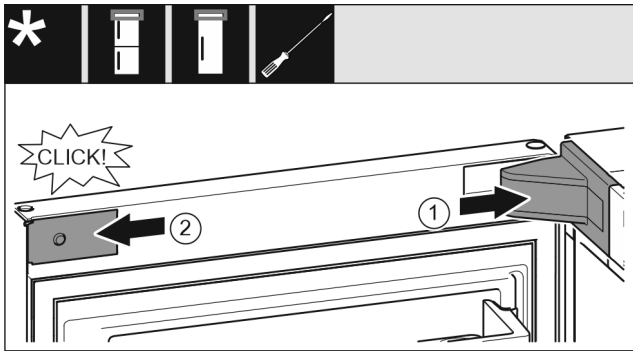

Fig. 20
- ▶ Nasadíte a zaklapnete kryt stojanu ložiska, příp. opatrně odtláče od sebe. Fig. 20 (1)
- ▶ Z boku nasadíte zásepku a zaklapnete. Fig. 20 (2)